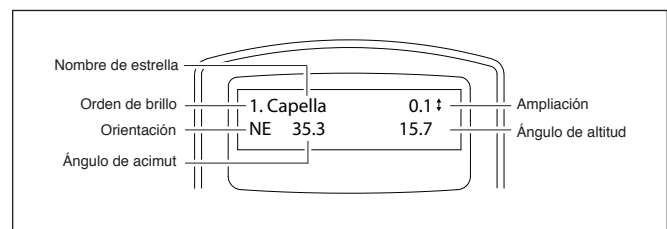

Figura 3. Información sobre la estrella de alineación que aparece en la pantalla LCD.
- Ahora, utilice las teclas de desplazamiento para desplazarse por la lista de estrellas brillantes. Solo habrá unas pocas estrellas, como máximo, en la lista y, a veces, solo aparecerá una estrella en la lista. El controlador de mano mostrará el nombre y la magnitud de la estrella brillante en la primera línea y la posición aproximada de la estrella (en función de la hora y la fecha introducidas durante la configuración inicial) en la segunda línea (**figura 3**). La primera coordenada de la segunda línea es una coordenada E-W y la segunda coordenada de la segunda línea indica los grados sobre el horizonte. Estas coordenadas le ofrecen una forma sencilla de identificar la estrella brillante que ha elegido. Cuando esté seguro de que el controlador de mano muestra el nombre de la estrella brillante con la que desea realizar la alineación, pulse ENTER.